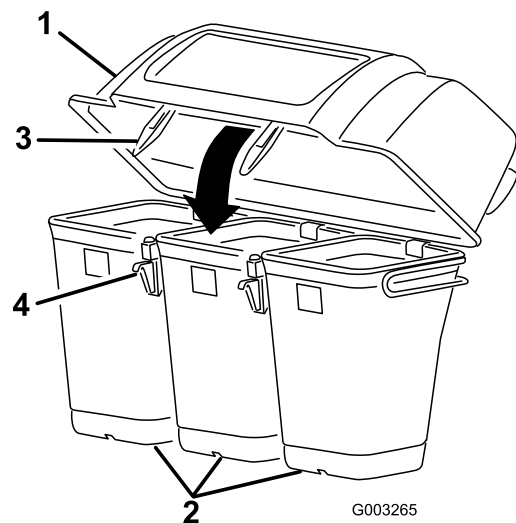

Figure 10
4. Abaissez le couvercle du système de ramassage sur les bacs (Figure 10).